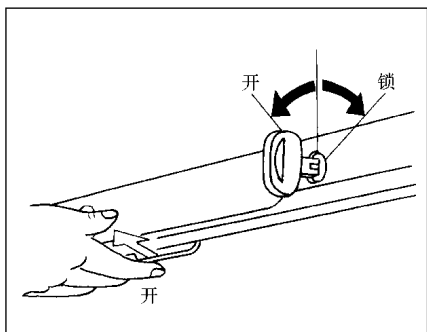

图 1-3 后车门锁
(3) 后门锁。用车钥匙开或锁后车门的方法如图 1-3 所示。插入钥匙，顺时针方向旋转，锁后车门。需要打开后车门时，逆时针方向旋转钥匙，开锁后，将手柄向上提，开后车门；需要关闭后车门时，可将后车门下降，并把它按下。后车门关闭后，将它向上提一下，确认是否关严。在内侧锁钮锁止的状态下，关闭后车门时，则后车门将锁上。